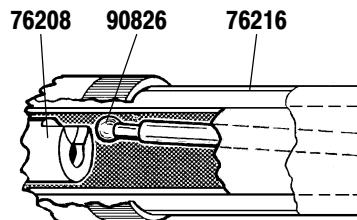

Figura 3 / Figure 3
Ver la figura 3.
- Vea si la varilla de conexión se desmontó de la varilla de aparezamiento. Ver la ensambladura del extremo de la bomba inferior (figura 3).
- La (48) bola puede estar trabada o atascada en posición de abierto en el cuerpo de la válvula de aspiración.